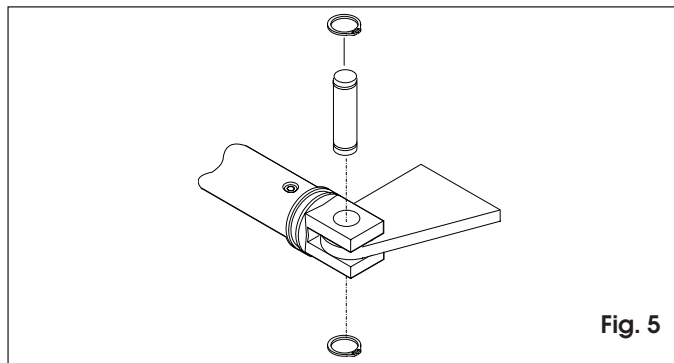

Fig. 5
- 7) Monter la patte d'attache avant sur la tige comme indiqué fig. 5.